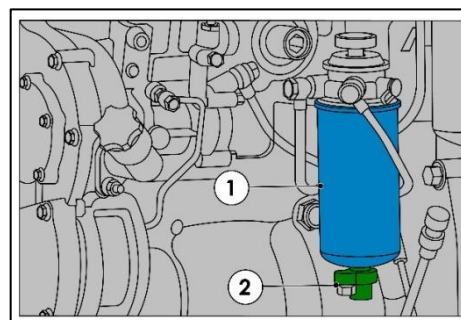

Fig. 252 : DÉPOSE DU CAPTEUR DE PRÉSENCE D'EAU
4. Débrancher la fiche électrique du capteur de présence d'eau (2 sur la Fig. 252).
5. Placer un bac de récupération directement sous le filtre à carburant (1 sur la Fig. 252).
6. Déposer le capteur de présence d'eau (2 sur la Fig. 252) du filtre à carburant (1 sur la Fig. 252).
8. Laisser s'écouler le filtre à carburant (1 sur la Fig. 252) jusqu'à vidange complète.